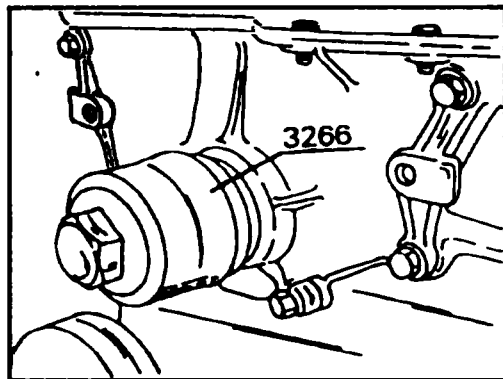

Рис.2.103 Установка переднего сальника на коленвал
- ◆ Направляющую втулку, аналогичную показанной на рис.2.49, но имеющей №3266/1 установите на шейку коленвала, смажьте сальник моторным маслом и установите его на направляющую втулку. Нажимную втулку приспособления 3266 (см. рис. 2.103) наденьте на направляющую втулку и, затягивая центральный болт, установите сальник на место. Используется болт крепления демпфера.